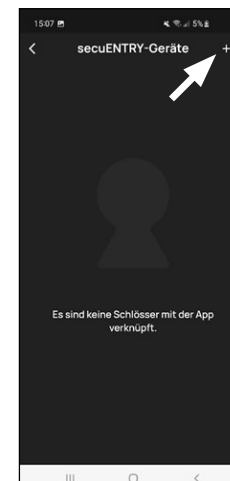

Abb. 2
- 2 Die App zeigt eine Auflistung der bereits registrierten Zylinder. Bei der Ersteinrichtung ist diese leer. Um einen neuen Zylinder einzurichten, tippen Sie auf das „+“ oben rechts (Abb. 2).